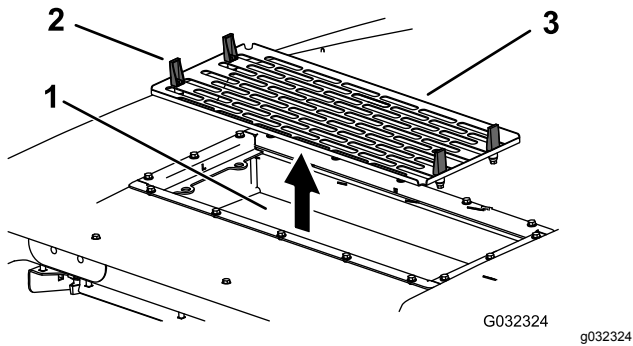

図 149
6. エアフィルタ、スクリーン、ファンアセンブリを取り付ける 図 146、図 148、図 149。